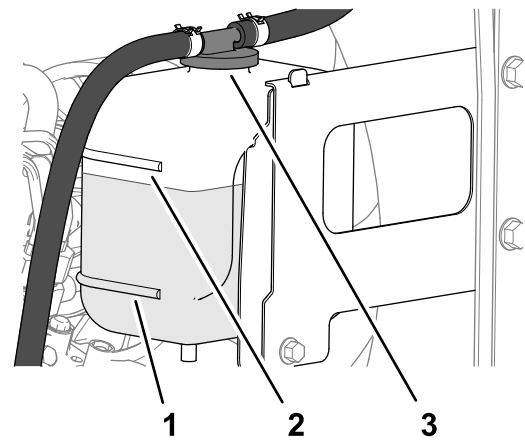

Figura 99
3. Verifique o nível do líquido de arrefecimento no tanque de expansão (Figura 99).